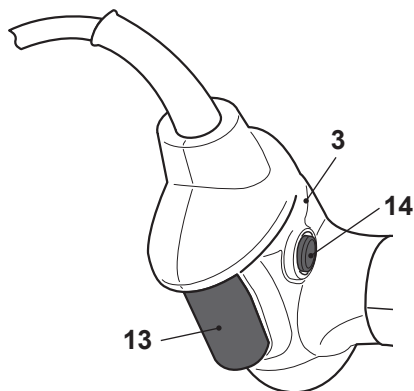

Fig. 15
- > Apăsați butonul de blocare (14) și mențineți-l în poziție.
- > Apăsați comutatorul de pornire/oprire (13) pentru a porni produsul (Fig. 15).
- > Eliberați butonul de PORNIRE/OPRIRE (13) pentru a opri produsul.